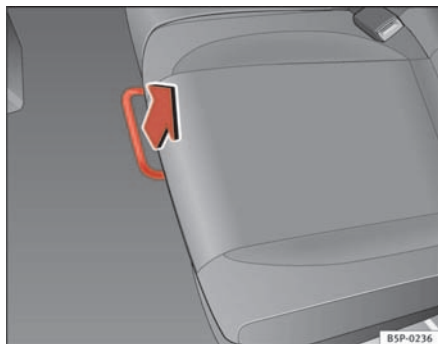

Fig. 95 Barra de destranque do banco traseiro
- Na posição de sentado, destranque a alavanca no sentido da seta ⇒ fig. 95.